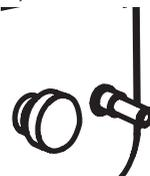

Рисунок 4
4. Модели GFH-30 и GFH-50 оснащены регулятором подачи газа. При помощи данного регулятора можно увеличивать и уменьшать объем подаваемого газа и, как следствие, тепловую мощность нагревателя в зависимости от требуемого результата. (см.рис.4)